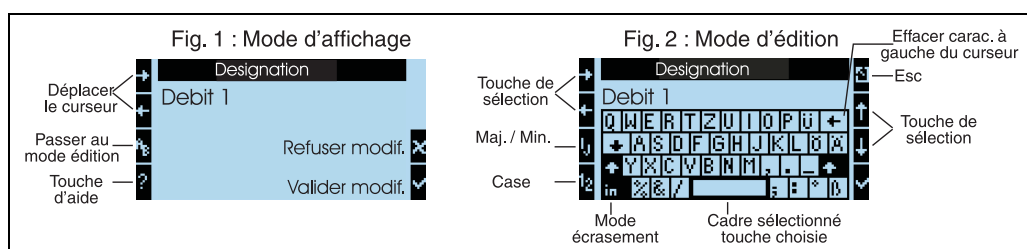

Fig. 18: Exemple : édition d'une désignation à l'aide du clavier Palm
1. A l'aide de la flèche droite, placer le curseur devant le caractère devant lequel doit être inséré un caractère. Si le texte complet doit être effacé et réécrit, placer le curseur à l'extrême droite. (→ Fig. 18, fig. 1)
3. Avec IJ/ij et la touche ½ sélectionner le pavé avec majuscules/minuscules ou sélectionner des chiffres. (→ Fig. 18, fig. 2)
4. A l'aide des touches flèches, sélectionner la touche souhaitée et valider avec la touche munie d'une coche. Pour effacer du texte, sélectionner la touche en haut à l'extrême droite. (→ Fig. 18, fig. 2)
6. Activer la touche Esc pour passer du mode d'édition au mode d'affichage et valider les modifications avec la touche munie d'une coche. (→ Fig. 18, fig. 1)
- Dans le mode d'édition (→ Fig. 18, fig. 2) il est impossible de déplacer le curseur ! Passer avec la touche Esc dans la fenêtre précédente (→ Fig. 18, fig. 1) pour placer le curseur sur le caractère à modifier. Puis activer à nouveau le pavé AB.